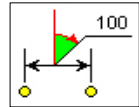

Рис. 9.31
- **Угол выноски, град** – значение угла выноски от вертикальной оси активной на момент создания системы координат (рис. 9.31).